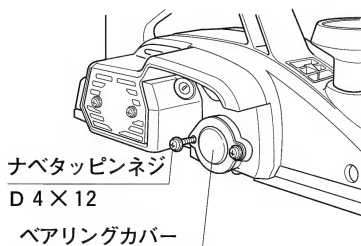

図 37
- (1) 図 37 に示す左側のナベタッピンネジ D 4 × 12 の 1 本だけを取りはずします。(図 37)
- (2) 集じんアダプタをかんな本体の切粉排出口に合わせた後、同梱のナベタッピンネジ D 4 × 20 を使い、集じんアダプタをかんな本体に固定します。